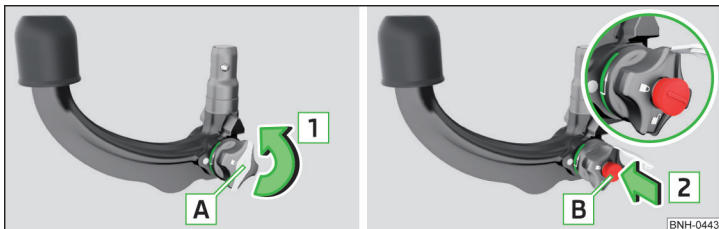

Fig. 130 Retire la tapa de la cerradura/introduzca la llave en la cerradura
- > Extraiga la tapa **A** de la cerradura en el sentido de la flecha **1** » fig. 130.